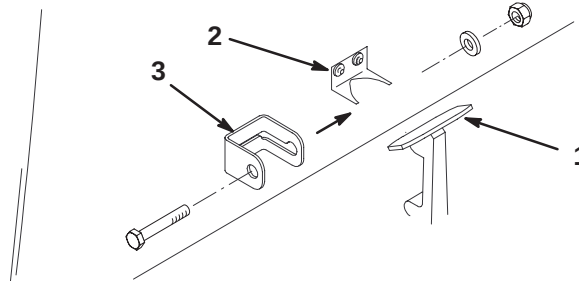

Bild 8
1. Haken Sie den Motorhaubenverschluss aus dem Verschlussbügel aus (Bild 8).
2. Schieben Sie den Verriegelungsbügel auf den Verschluss (Bild 8).
3. Haken Sie den Verschluss auf den Verschlussbügel (Bild 8).
4. Stecken Sie eine Schraube (1/4 x 1-1/2") durch den Verschlussbügel und sichern Sie mit einer Scheibe und Sicherungsmutter ab (Bild 8).